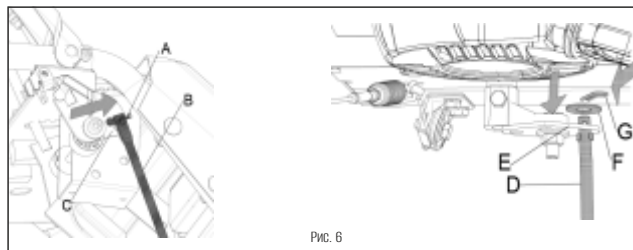

Рис. 6
- Прикрепите верхнюю рукоятку (С) к нижней рукоятке (D) с помощью крепежного болта, гайки и шайбы и поместите поворотную планку желоба со стороны рукоятки (Е) с левой стороны от ручек (со стороны оператора), затем затяните гаечным ключом. (Рис. 6).
- Вставьте угловую часть (D) тяги управления приводом в отверстие на рычаге (E), чтобы соединить ее с коробкой передач, и закрепите ее на месте с помощью шайбы (F) и штифта (B) (рис. 6).
- Прикрепите другую сторону тяги управления приводом (A) к штифту в нижней части рычага переключения передач (B) и закрепите его на месте с помощью штифта (B) (рис. 6).